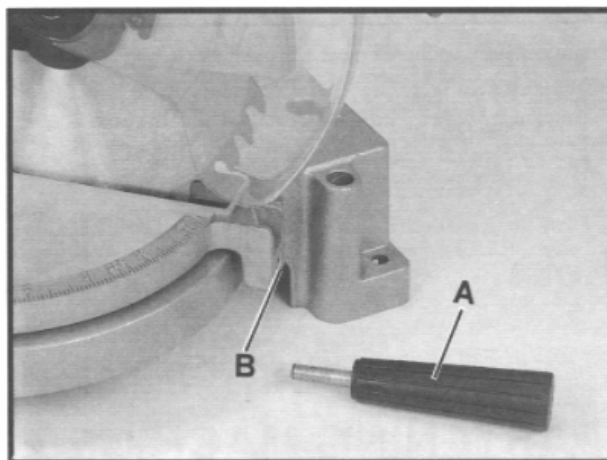

Fig. 3
1. Den Feststellgriff (A) Fig. 3 ins Gewindeloch (B) drehen.